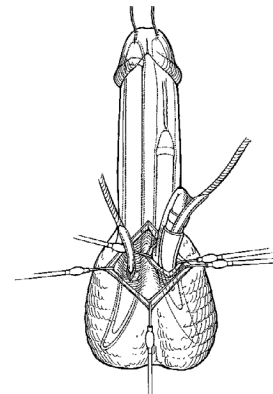
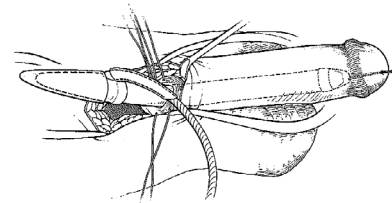

Figura 4-14a. Peno-escrotal: Introdução dos cilindros
Figura 4-14b. Infrapúbica: Introdução dos cilindros
15. Dobrar o cilindro para trás sobre si próprio e em seguida empurrar a extremidade proximal do cilindro para o interior da raiz do pénis, ao esticar em simultâneo e com cuidado o pénis distal (**Figura 4-14a, Figura 4-14b**). Em alternativa, colocar a porção de forma em “U” do instrumento proximal na junção entre o tubo de saída e o cilindro e utilizar o instrumento para empurrar a extremidade proximal do cilindro para o interior da raiz do pénis, ao esticar em simultâneo e com cuidado o pénis distal. O lado mais plano do instrumento deve ficar virado na direcção do cilindro.